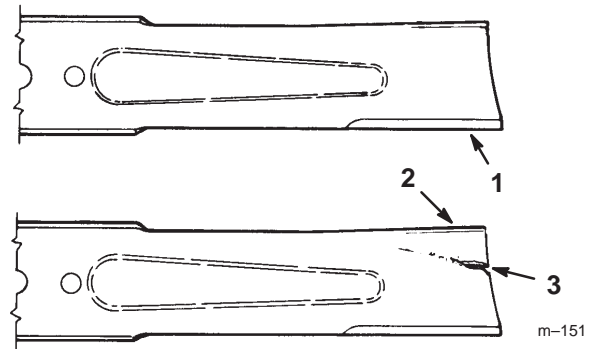

Figure 27
1. Inspectez les tranchants des lames (Fig. 27). Si les lames ne sont pas tranchantes ou si elles présentent des indentations, déposez-les et aiguiser-les (voir Aiguisage des lames, page 29).
2. Inspectez les lames, surtout la partie incurvée (Fig. 27). Remplacez immédiatement toute lame endommagée, usée ou qui présente une entaille (repère 3 de la Fig. 27).